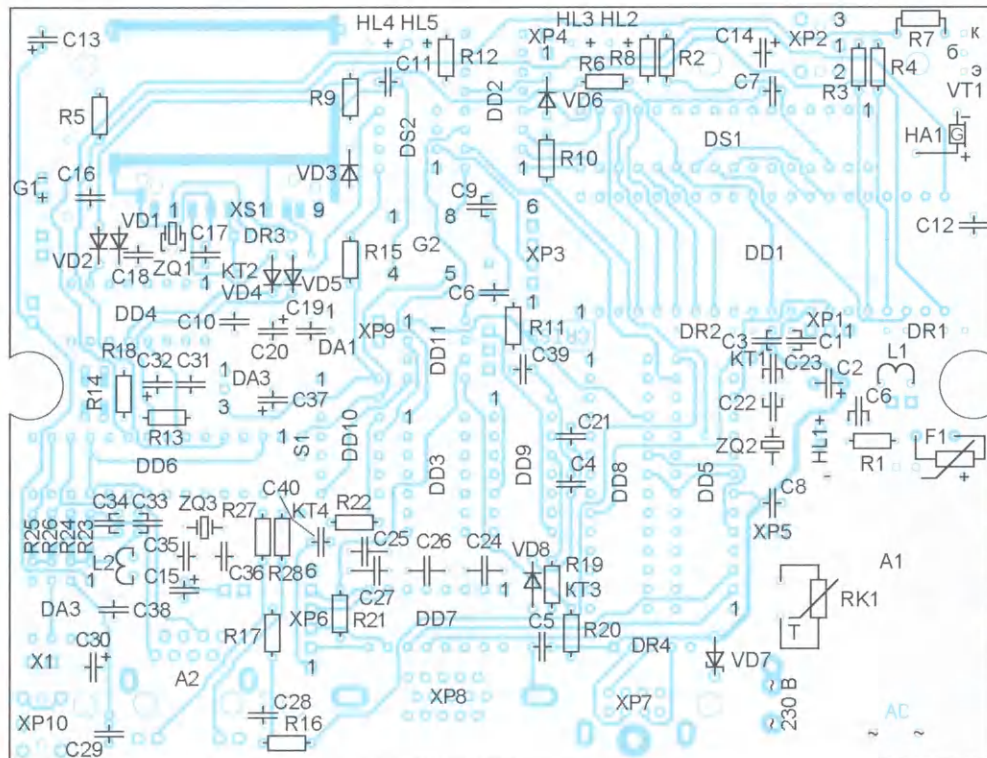

Рис. 8
- подключите преобразователь к разъёму XP1, соблюдая назначение выводов (1—TxD, 2—RxD, 3—GND), обычно порядок подключения справа—налево (по расположению элементов на плате рис. 8) по цветам преобразователя такой: белый (вывод 1) — зелёный (вывод 2) — чёрный (вывод 3); красный не используется и должен быть надёжно заизолирован;